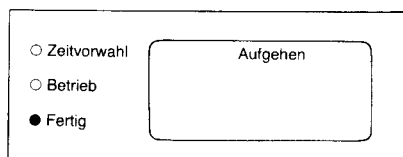

Abb. 3
- 2) Es erscheint die LCD-Anzeige und die Fertig-LED (orange) leuchtet auf. Siehe Abb. 3.